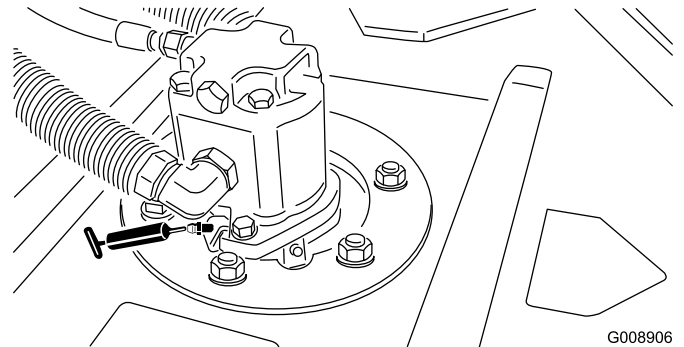

Figura 35
- Cojinetes de los ejes de las unidades de corte (2 por unidad de corte) (Figura 35)